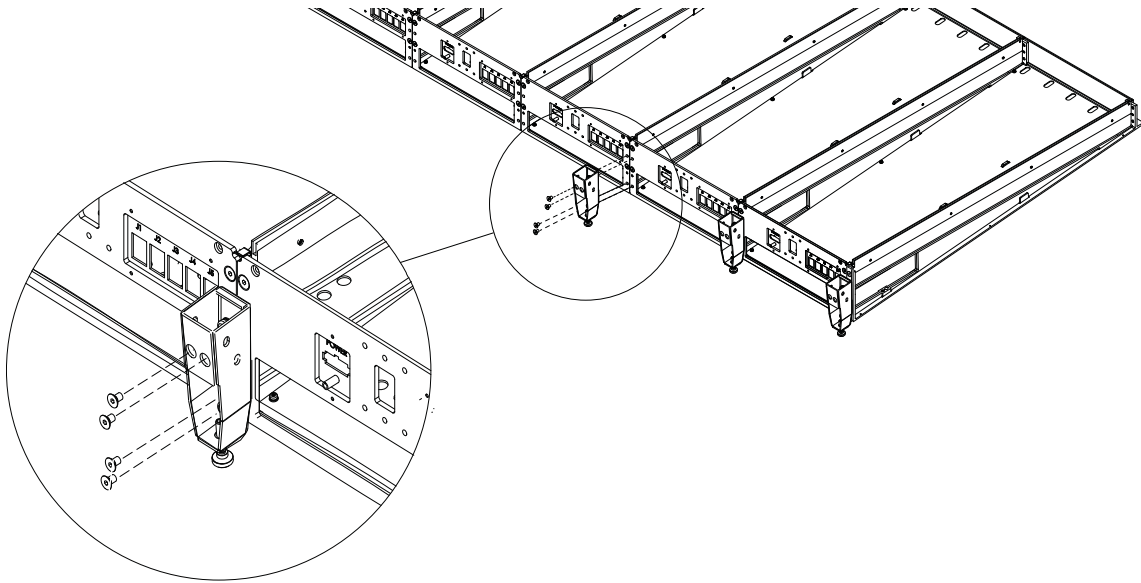

Figure 23. Fixation d'un pied arrière à deux plaques de connexion arrière adjacentes
- Tous les autres pieds arrière doivent être fixés sur les plaques de connexion arrière adjacentes, comme représenté sur la Figure 23.